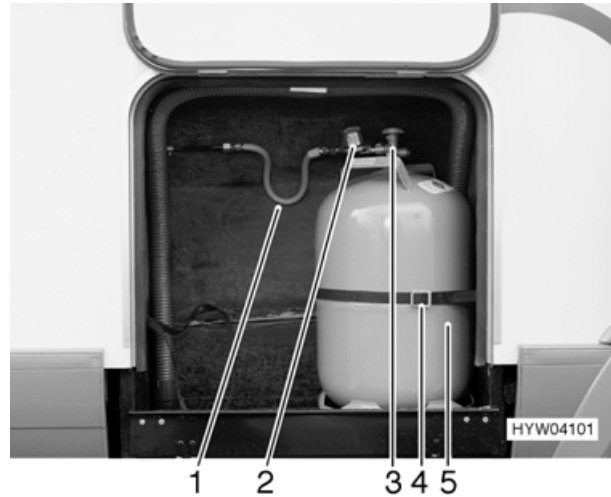

Bild 58 Gaskasten
- Haupt-Absperrventil (Bild 58,3) an der Gasflasche (Bild 58,5) schließen. Pfeilrichtung beachten.
- Gasdruckregler (Bild 58,2) mit Gasschlauch (Bild 58,1) von der Gasflasche von Hand abschrauben (Linksgewinde).
- Befestigungsgurt (Bild 58,4) lösen und Gasflasche herausnehmen.